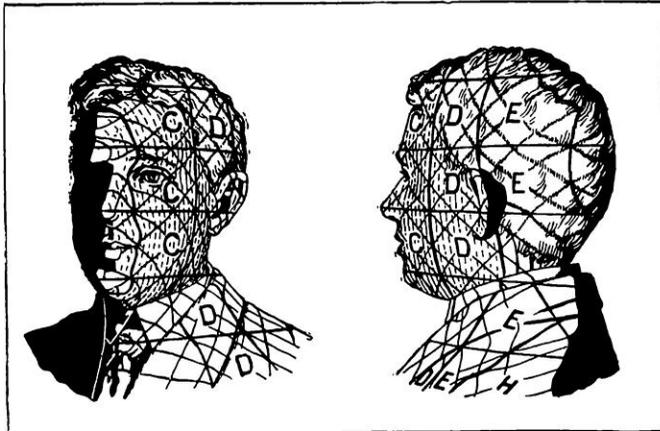

FIG. 3 ET 4. — IMAGES MONTRANT LA MANIÈRE DONT LES LIGNES DES ÉCRANS SONT PROJETÉES SUR LE SUJET A PHOTOGRAPHIER
*Fig. 3* : L'appareil vu en plan. Le boudin de la roue indiquée en lignes mixtes bute contre le levier et va le faire passer de la position *l'* à la position *l''* ; puis il entraînera le sabot, qui glissera sur le rail jusqu'à ce que le mouvement soit arrêté. Le contrepoids *m* le fera ensuite se renverser. — *Fig. 4* : Détail de la figure 3 (*e*, arbre horizontal; *f*, écrou de serrage; *f'* partie filetée).
Comme on le voit sur les figures pages 521 et 522 la plate-forme *b* du sabot est fixée, à l'aide de boulons *d*, à un bâti *c*, de forme appropriée, à travers lequel est monté un arbre horizontal maintenu en place par un écrou de serrage *f* se vissant sur une partie filetée *f'*. Sur cet arbre peut pivoter un levier *l*, terminé par un contrepoids *m*. Ce levier peut prendre deux positions *l'* et *l''* (fig. 3) ainsi qu'il sera expliqué plus loin ; dans la position *l'*, le contrepoids est rapproché du rail et n'a aucune action sur le sabot ; si, au contraire, ledit levier vient occuper la position *l''*, l'action du contrepoids *m* suffit pour faire basculer le sabot et l'obliger à quitter le rail.
Les lignes sont projetées, au moyen d'une source puissante de lumière, sur le modèle, et l'effet de cette projection est montré sur les figures 3 et 4, où quelques-unes des lignes verticales interrompues sont supprimées. On prend alors, avec les appareils photographiques, un nombre convenable de clichés du modèle, vu dans tous les sens.